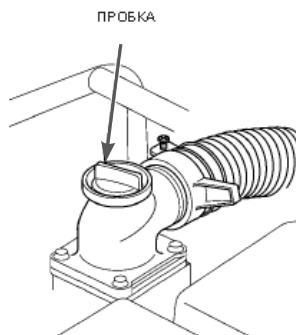

Рис. 13 Расположение пробки отверстия для заливки воды
- Открутите пробку 4 отверстия для заливки воды в корпус насоса (Рис. 13).